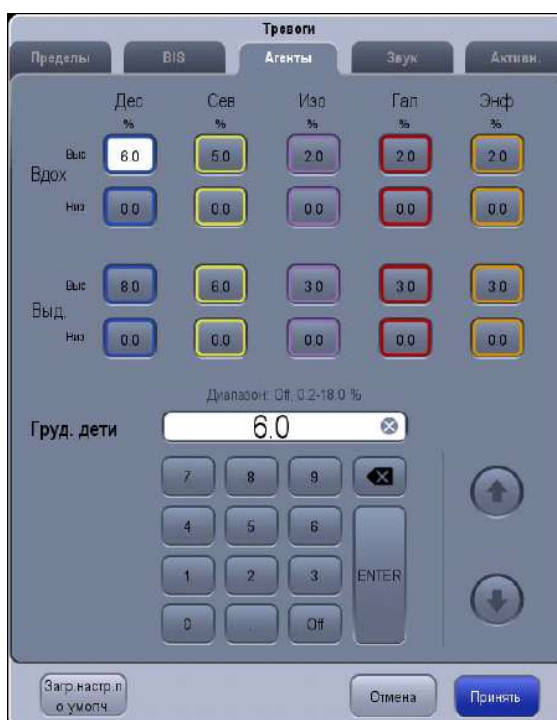

РИСУНОК 8-2 Вкладка «Агенты»
2. Откройте вкладку **Предел** (см. РИСУНОК 6-7) или **Агента** (см. РИСУНОК 8-2).